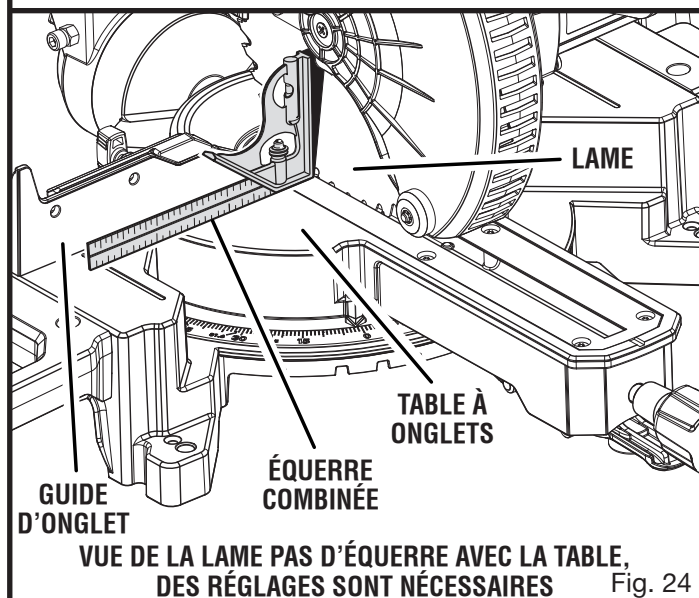

Fig. 24
- Si le haut ou le bas de la lame s'écarte de l'équerre, des réglages, figures 24 et 25, sont nécessaires.